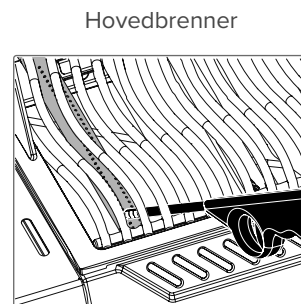
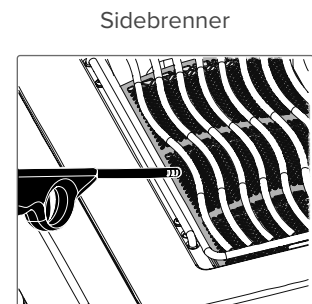

Fig. 11
Fig. 12
1. Åpne brenner-/grilllokk. (**Fig. 11, Fig. 12**)